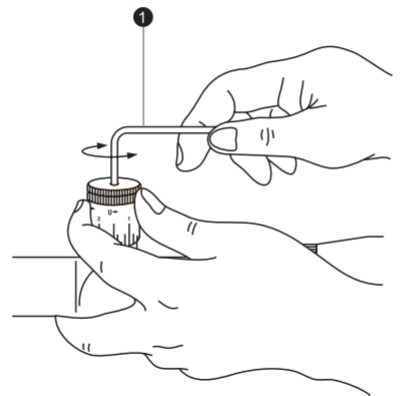

Fig. 3-7
În timp ce cu degetele țineți turela/sistemul de prindere rapidă pentru a evita deplasarea inelului gradat aliniat, rotiți șurubul aflat la partea de sus a turelei/sistemului de prindere rapidă în sens antiorar folosind cheia hexagonală inclusă (1) până când șurubul este scos. Apoi scoateți turela/sistemul de prindere rapidă (fig. 3-7).